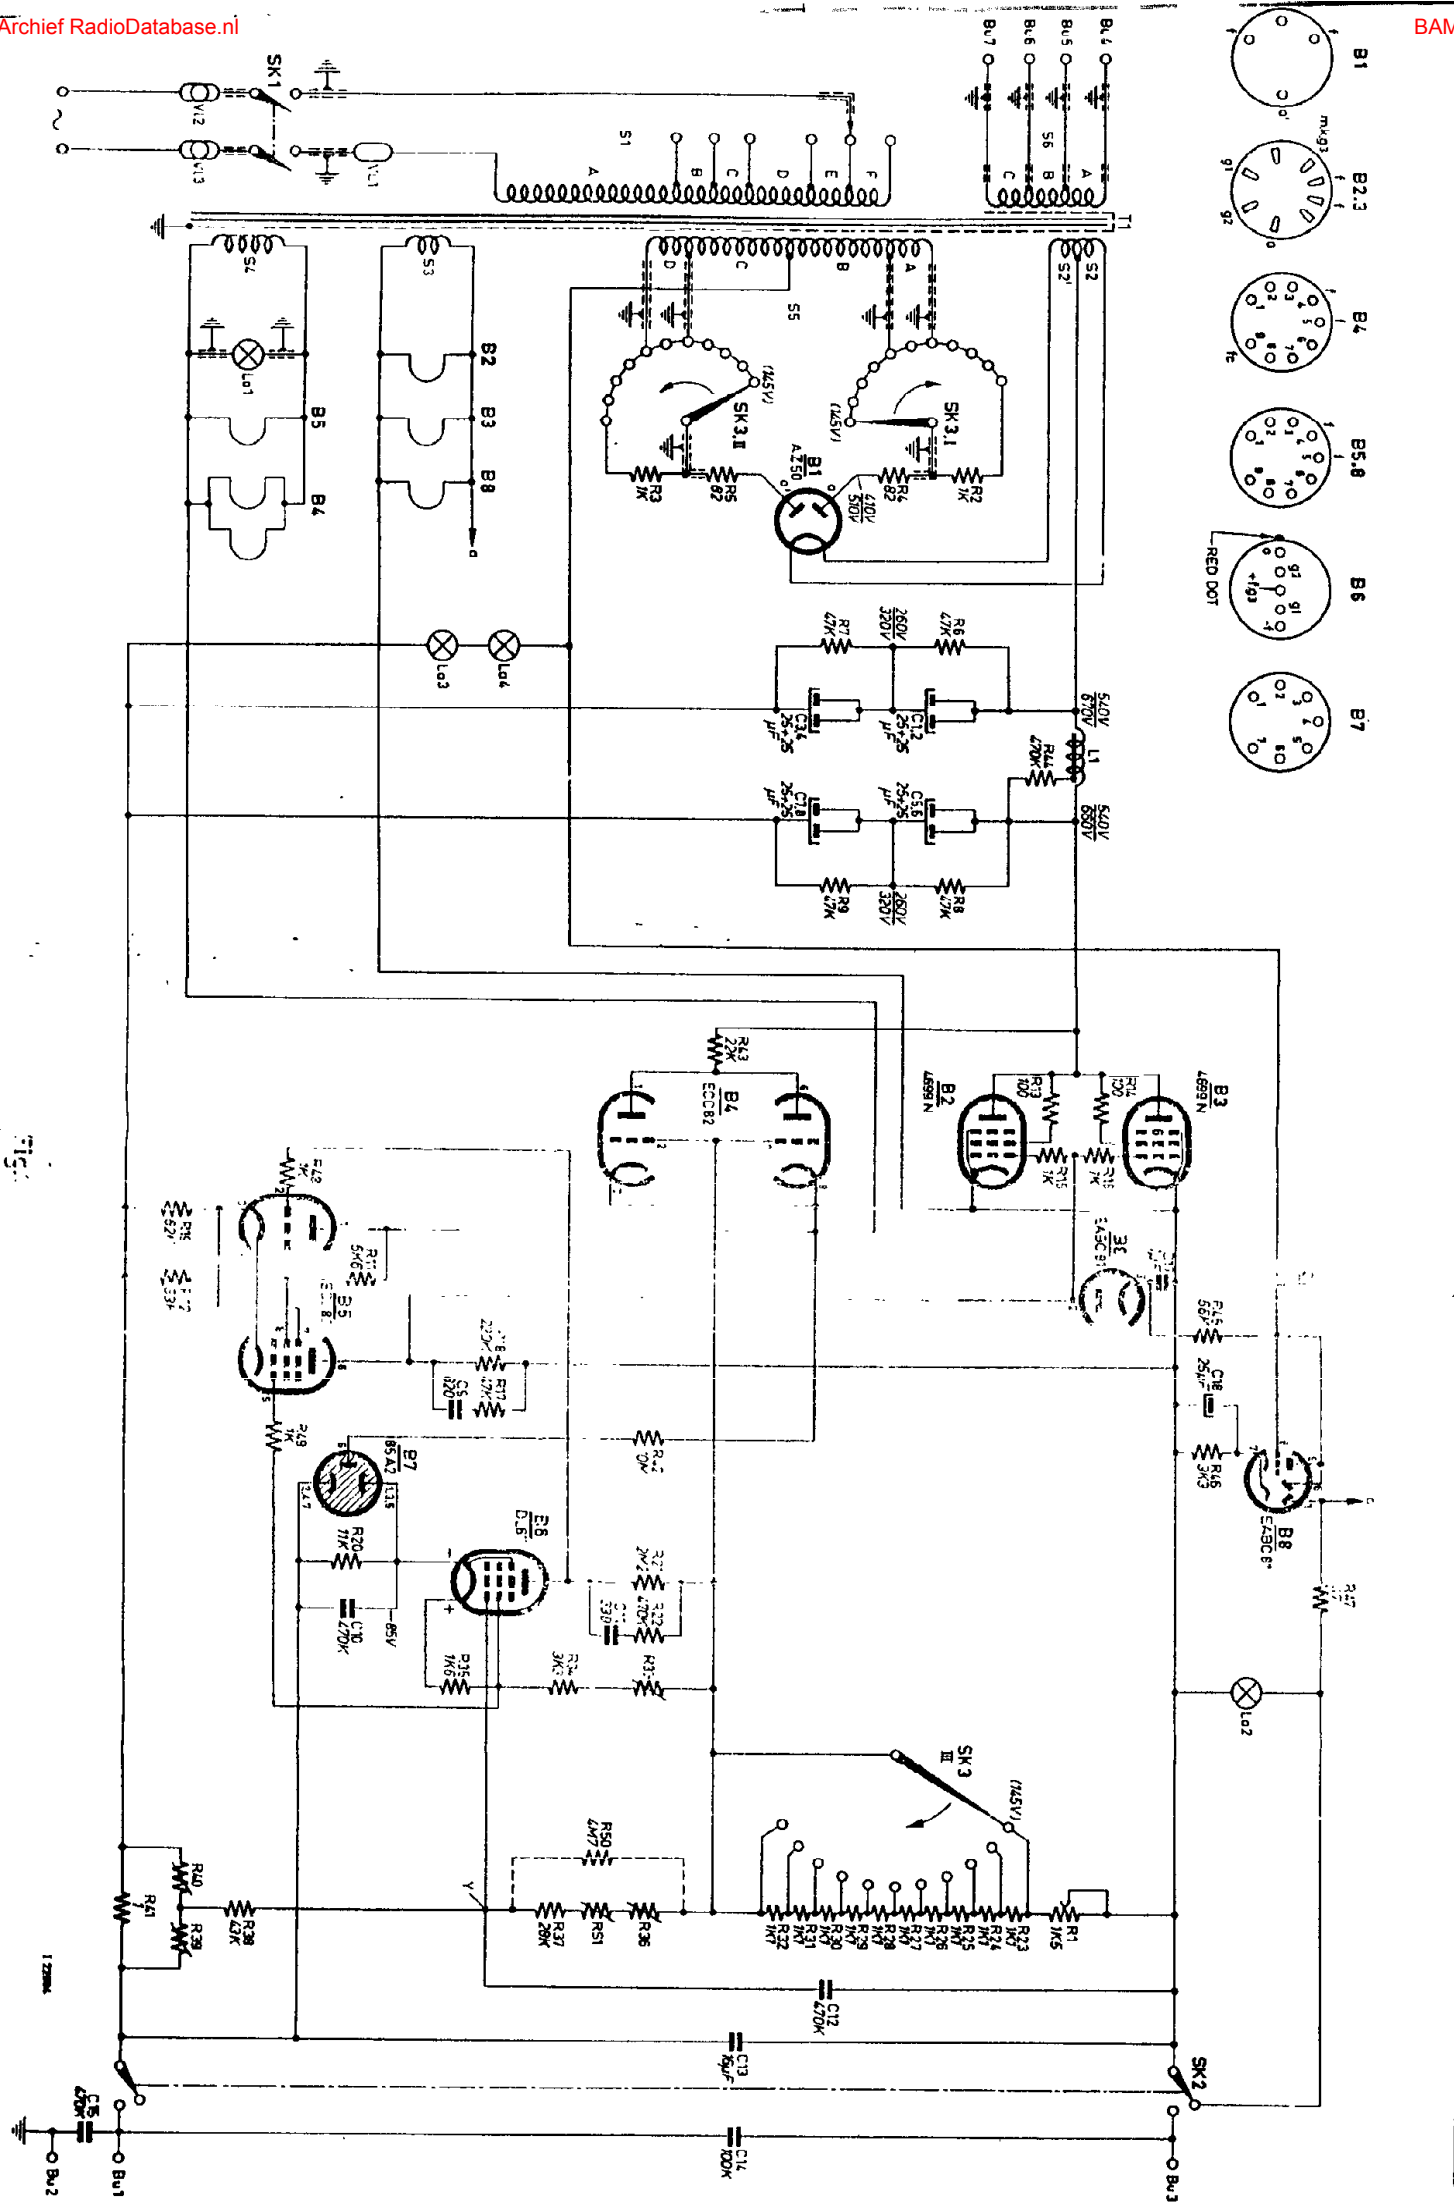

FIG. 1
- Fig.1. Bij B8 zijn de aanduidingen D1, D2 en D3 abusievelijk weggelaten.